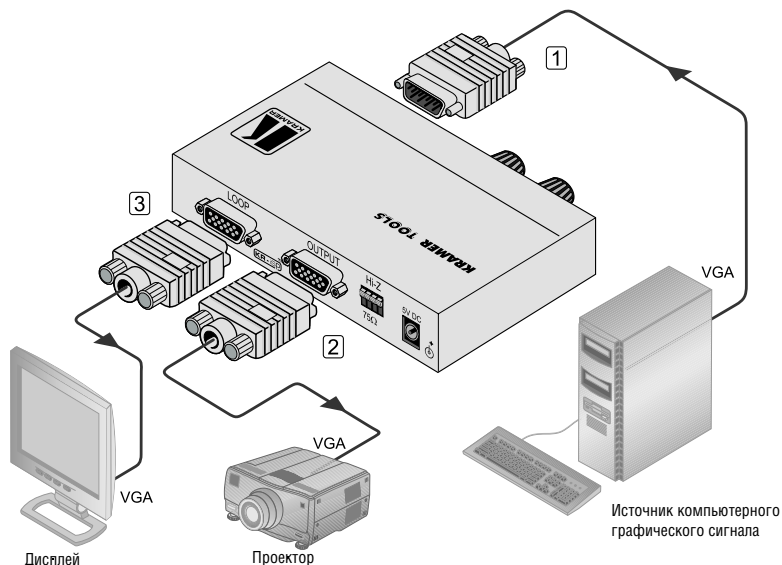

Рис. 2. Подключение линейного усилителя сигналов VGA VP-210K
4. Подсоедините сетевой адаптер на 5 В постоянного тока к разъему *5V DC* и подключите адаптер к электросети (на рис. 2 не показано).